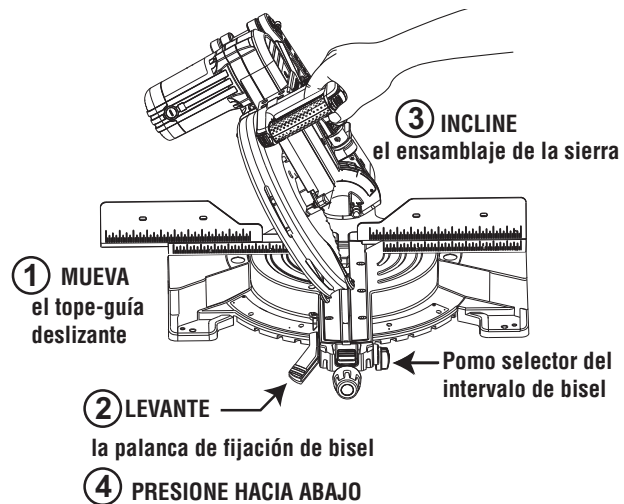

Figura 51
1. Mueva el tope-guía deslizante izquierdo hacia fuera para que no toque el ensamblaje de la sierra y fíjelo de nuevo (Figura 51).
1. Mueva el tope-guía deslizante derecho hacia fuera para que no toque el ensamblaje de la sierra y fíjelo de nuevo (vea la figura 51).
1. Mueva los toques-guía deslizantes izquierdo y derecho hacia fuera para que no toquen el ensamblaje de la sierra y fíjelos de nuevo (vea la figura 51).